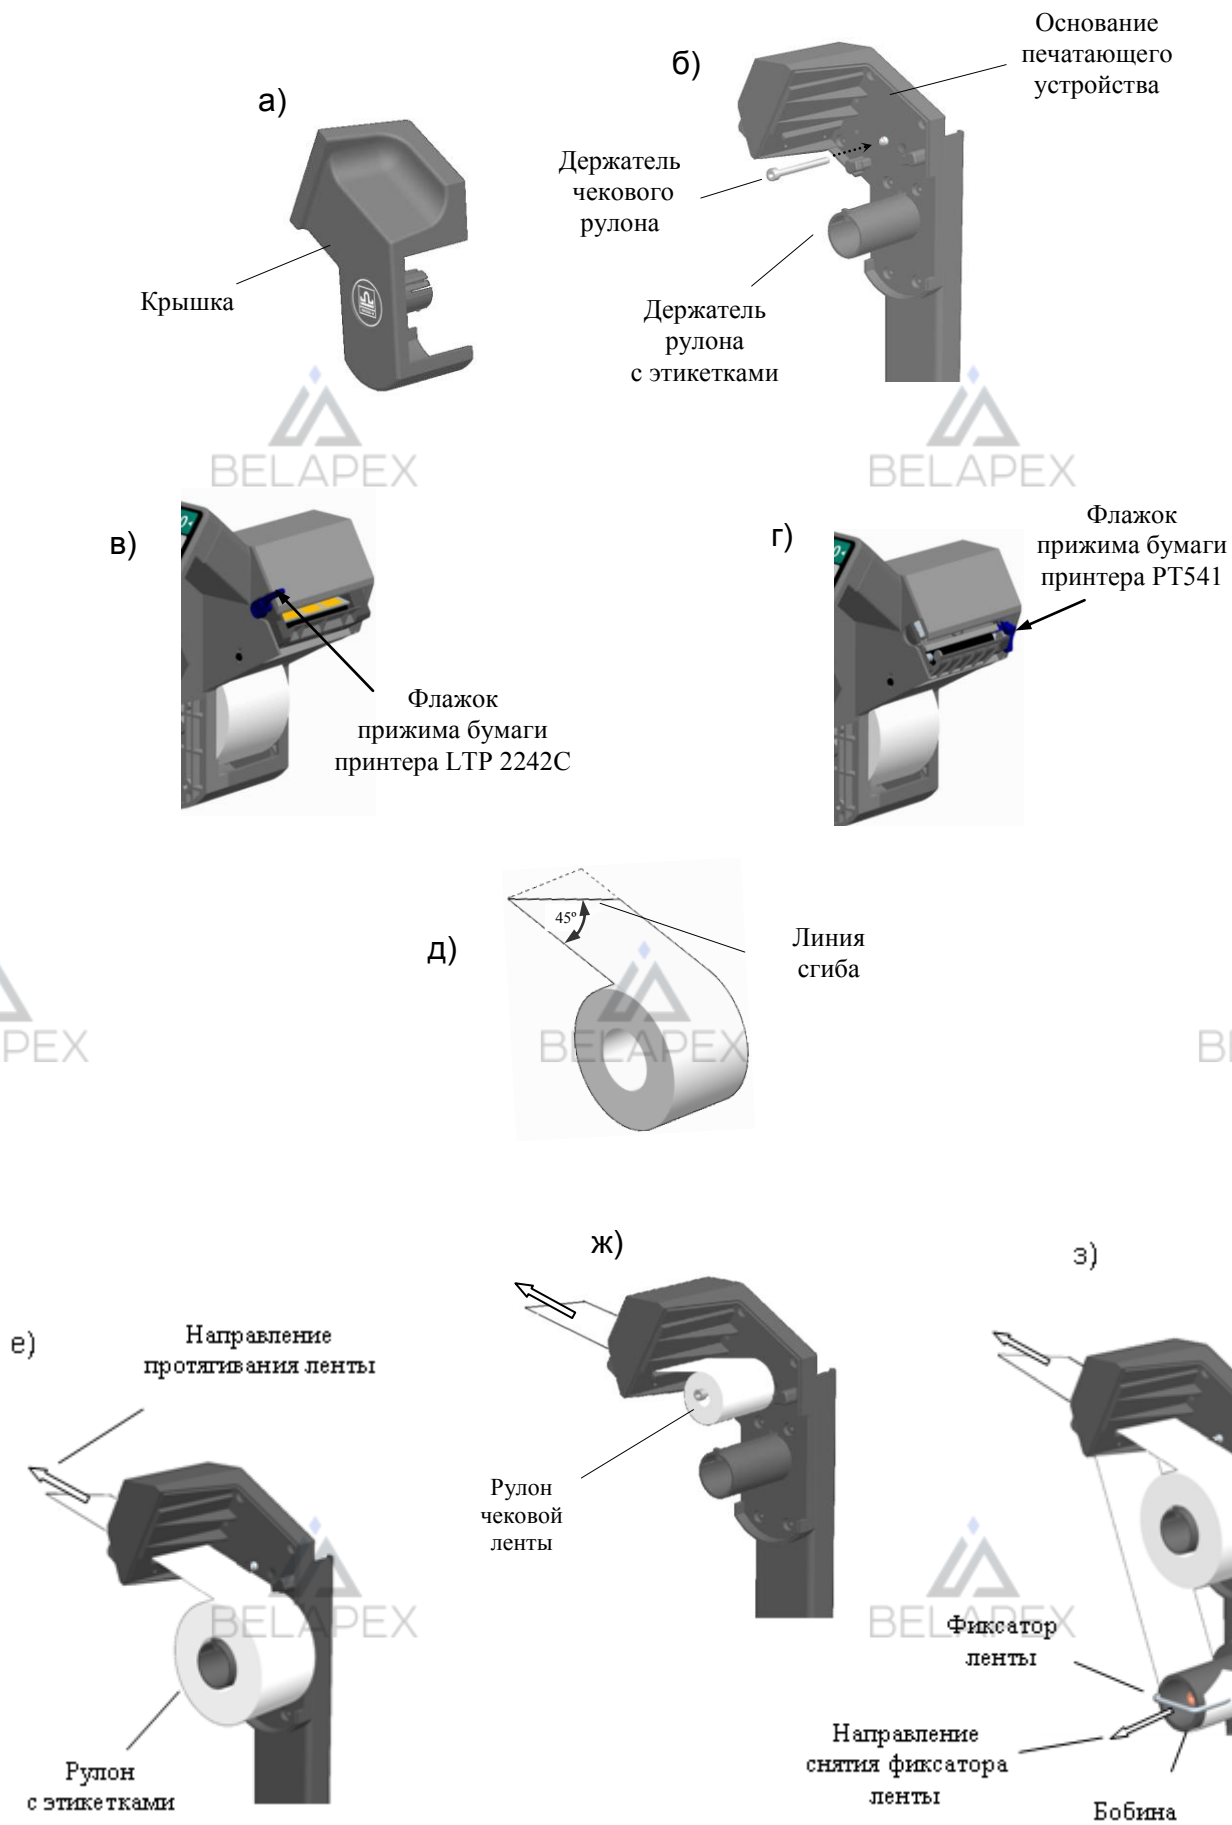

Рис. 2.3 – Установка рулонов в терминалах RP и R2P Дополнить картинку
Для работы с чековой лентой в терминале необходимо установить держатель чекового рулона (рис. 2.3 б), который входит в комплект поставки.
- Легким рывком снять крышку печатающего устройства (Рис. 2.3 а, б).
- Поднять флажок прижима бумаги (Рис. 2.3 в, г).
- Плотнo согнуть конец ленты нового рулона под углом 45° (Рис. 2.3 д).
- Надеть рулон на соответствующий держатель (Рис. 2.3 е, ж).
- Протянуть согнутый конец ленты через принтер в направлении, указанном стрелками (Рис. 2.3 е, ж).
- Снять фиксатор с бобины (Рис. 2.3 з).